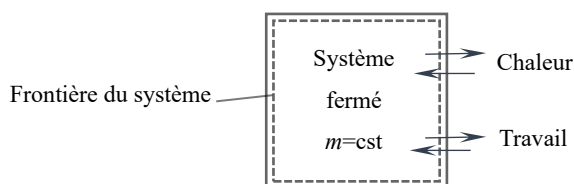

**Figure 1.9** Énergie échanger sous forme chaleur et travail dans un système fermé.
L'énergie peut être transférée entre le système et son milieu sous deux formes principales : travail et chaleur (voir Fig. 1.9).
- **Chaleur ( $Q$ ) :** La chaleur est l'énergie transférée entre le système et l'extérieur en raison d'une différence de température (Voir Fig. 1.9).